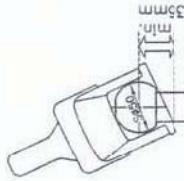

Bild 1: Kugelstange Zugfahrzeug
1.3 Die Zugkugelkupplung WS 3000/3500 kann nur zusammen mit Kupplungskugeln nach DIN 74058 / ISO 1103 eingesetzt werden, wenn der Kugelhals im Bereich von 35 mm frei von Anbauteilen ist. (Bild 1) (statt 32 mm nach DIN 74058 / ISO 1103).